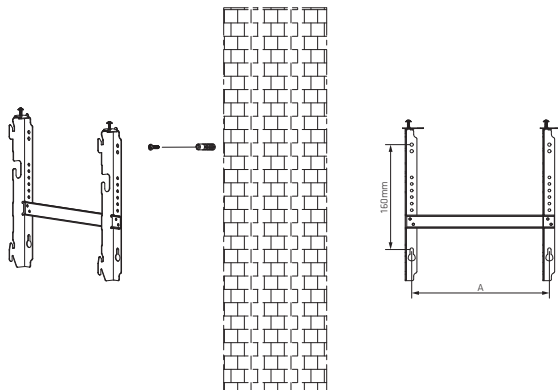

Fig.2
2. Sørg for, at beslaget er helt vandret med et vaterpas, og marker hullerne på væggen. Bor hullerne i væggen til pløkkene med et passende bor. Sæt pløkkene i hullerne, og skru derefter vægmonteringsbeslaget fast på væggen (fig. 2).